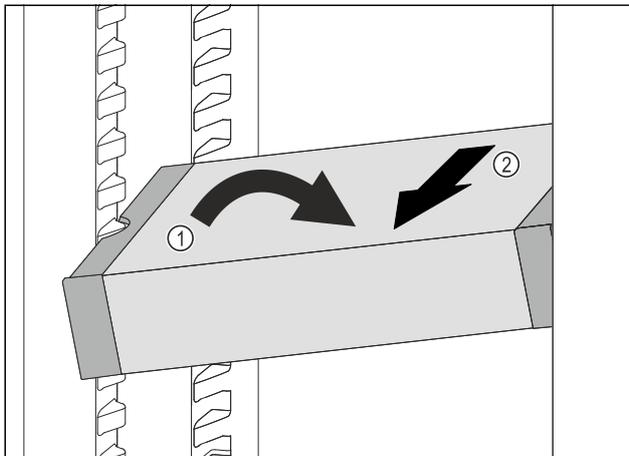

Fig. 83
- ▶ VarioSafe im Kühlteil schräg stellen. Fig. 83 (1)
- ▶ VarioSafe nach vorne entnehmen. Fig. 83 (2)